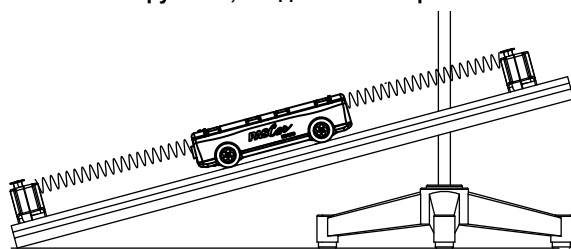

Рис. 5.4. Пружины, прикрепленные к разным концам
- Присоедините две пружины, как показано на рис. 5.4, и повторите шаг 5.